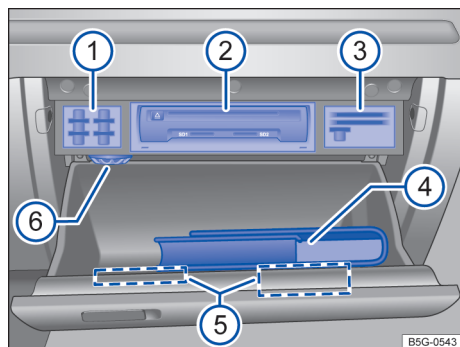

Fig. 140 Porta-luvas aberto.
Legenda para Fig. 140:
Dependendo da versão, na área superior do porta-luvas pode haver um compartimento à parte para a documentação de bordo → Fig. 140 ④.